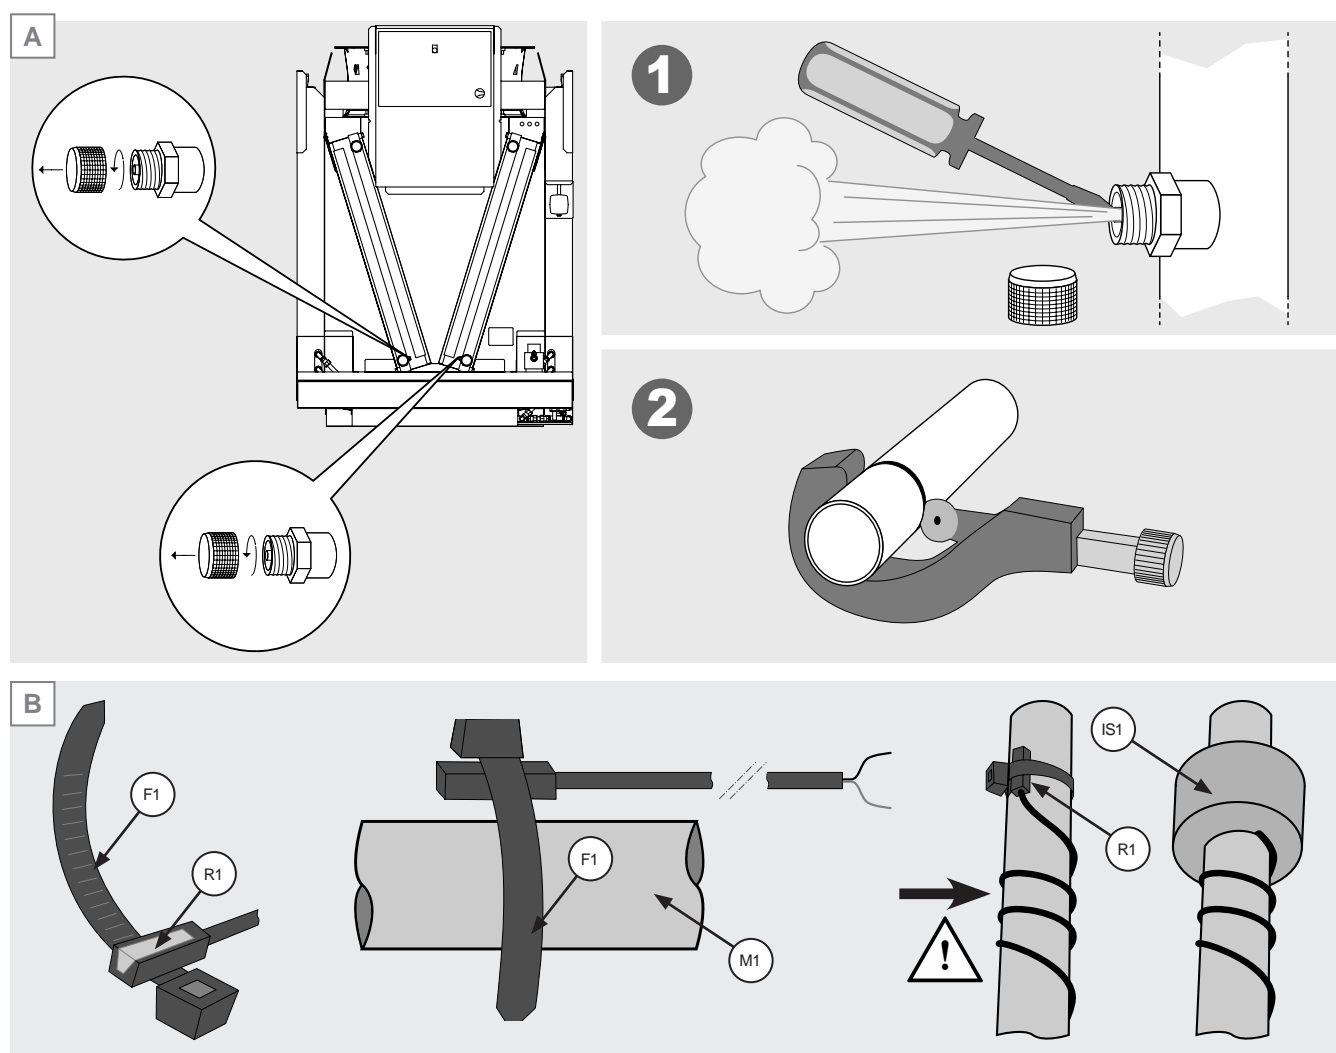

Figure 11
- 6.13 Avant de couper les manchons d'entrée et/ou de sortie (modèles AVK, AVS), évacuer la pression de précharge (environ 2 bar) de l'échangeur. Voir la Figure 11 A.
- 6.14 Pour les modèles de refroidisseurs de gaz uniquement : il incombe au client d'installer les sondes de température sur les manchons de sortie de l'échangeur. Les sondes sont constituées d'une pince (F1) qui supporte le détecteur (R1) : la pince doit être fixée au manchon (M1) et le câble électrique (C1) doit être enroulé avec 2 bobines sur le tube lui-même. Isoler thermiquement la sonde avec l'isolant approprié (IS1). Voir la Figure 11 B.